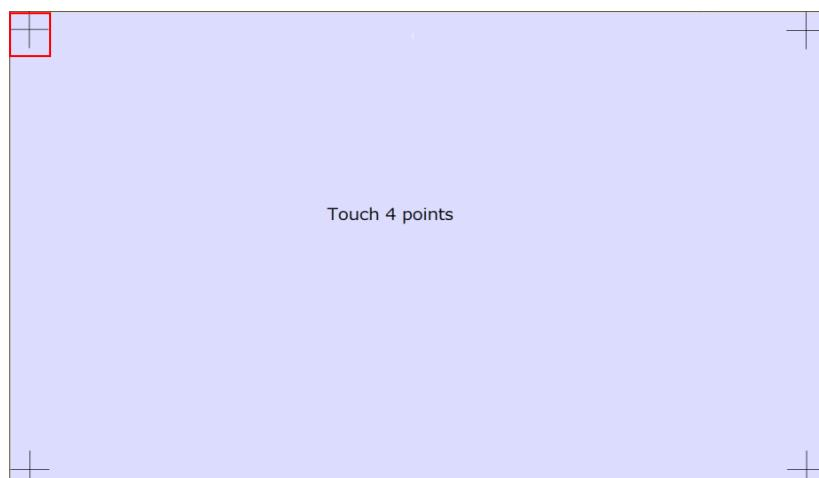

图 1-32 触摸屏校准显示
**步骤 3：**由于显示图 1-32，触摸角落中红框边框所包围的所有“+”符号。如果您按错了位置，校准将失败，屏幕将停止反复。在这种情况下，请再次打开电源，返回步骤 1 再试一次。